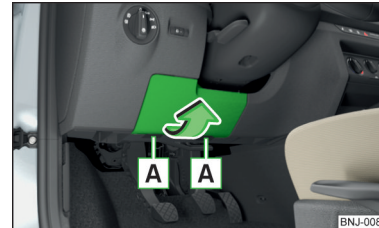

Abb. 281
- Die Abdeckung des Sicherungskastens in Pfeilrichtung abnehmen » Abb. 281.